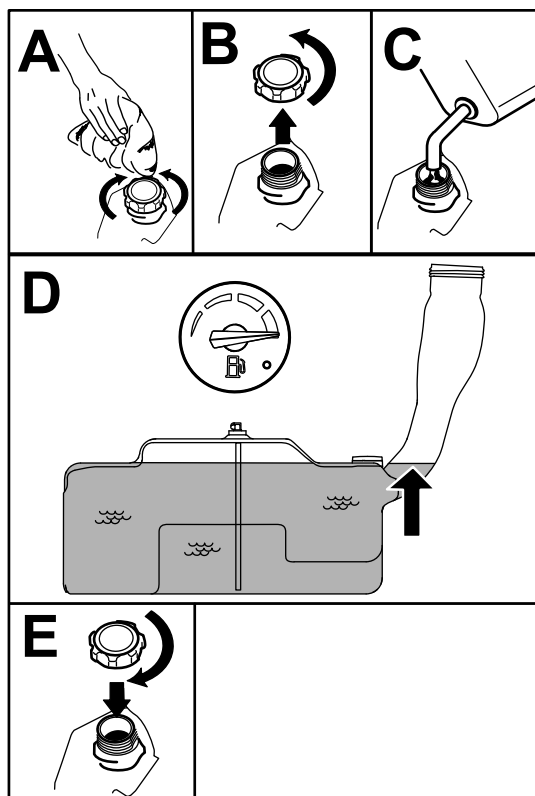

Рисунок 7
5. Заполните топливный бак до отметки «Полный» на указателе уровня топлива (Рисунок 7). Не заправляйте топливный бак до предела.